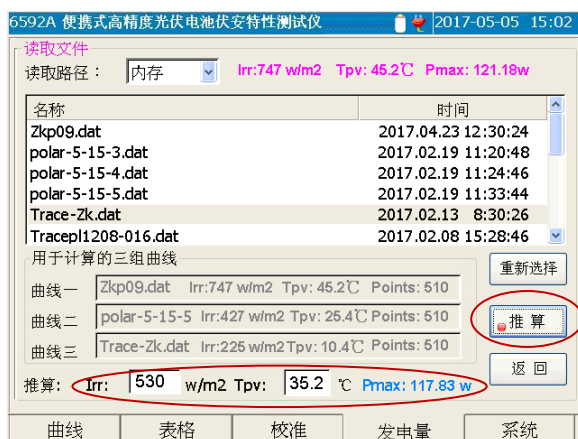

图 5-26 推算结果示意图
- 2) 设置好 Irr 和 Tpv 的数值后，点击【推算】按钮，则将推算出设定的 Irr 和 Tpv 环境参量下的最大功率值，如图 5-26 所示。